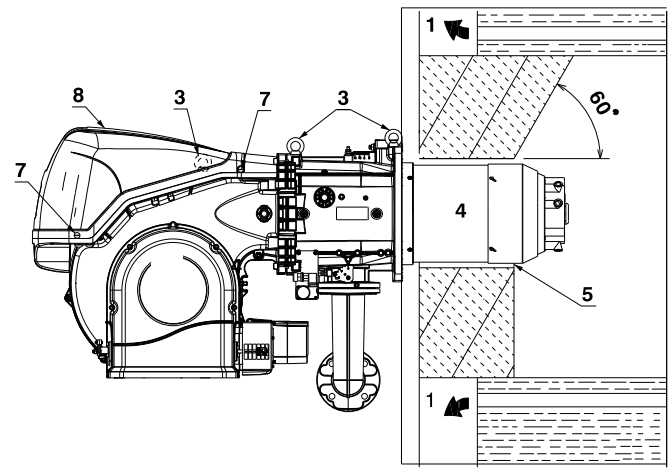

Fig. 15
Para calderas con paso de humos delantero 1)(Fig. 15) o con cámara de inversión de llama, colocar una protección de material refractario 5) entre el refractario de la caldera 2) y el tubo llama 4).
El material refractario puede tener forma cónica (mínimo 60°). Esta protección debe permitir el desplazamiento del tubo llama. En calderas con frontal refrigerado por agua, no es necesario el revestimiento refractario 2)-5)(Fig. 15), salvo que lo indique el fabricante de la caldera.
Preparar un sistema de elevación adecuado enganchándose con los anillos 3)(Fig. 15), después de haber quitado los tornillos 7) de fijación de la tapa 8).
- Colocar la protección térmica suministrada con la instalación en el tubo llama 4)(Fig. 15).